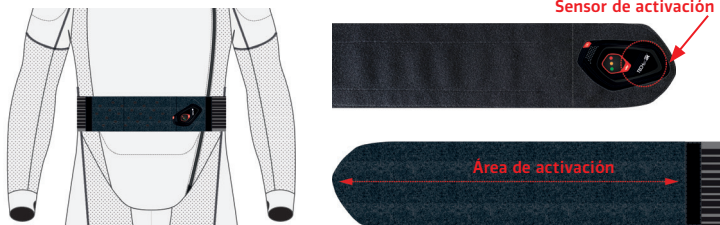

Imagen 10
1. Colóquese el Sistema, suba la cremallera de cierre (2) desde abajo hacia arriba.
2. Cierre el cinturón de activación (4) teniendo cuidado de colocar correctamente los parches de velcro, como se muestra en la Imagen 10; el Sistema se enciende automáticamente en cuanto se coloca el cinturón con los parches de velcro.
3. Una vez cerrado correctamente el cinturón de activación (4), compruebe el visualizador LED (3) para verificar que el Sistema se ha encendido y que se ha puesto en marcha correctamente (véase "Indicaciones del visualizador" en la sección 13). En particular, el usuario debe comprobar que no exista ningún fallo en el Sistema tras el inicio del mismo.